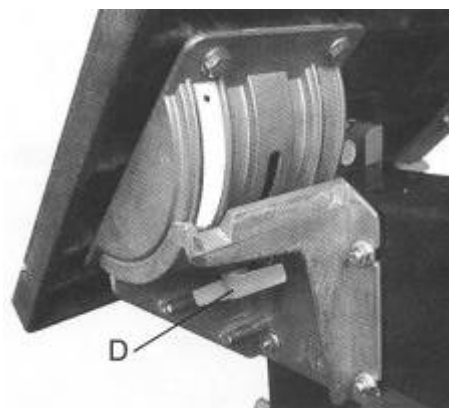

Рисунок 17.
- Закрутите зажимную гайку (**D** рис. 17.) с барашком на радиусных салазках.